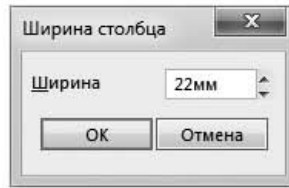

Рис. 6.66. Диалоговое окно установки значения ширины столбца
8. Появится диалоговое окно, в котором необходимо ввести нужное значение (рис. 6.66).